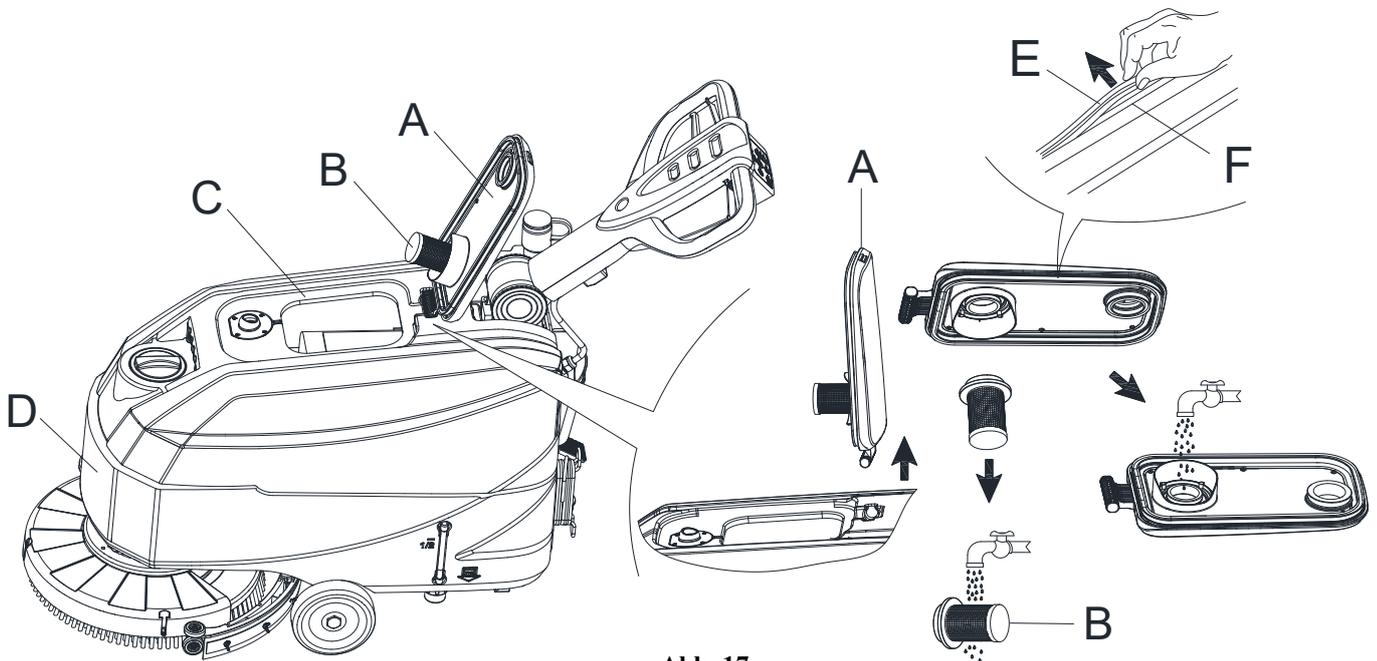

Abb. 17
3. Drehen Sie den Schmutzwassertankdeckel (A, Abbildung 17) in die 90-Grad-Position, wo er vom Schmutzwassertank abgenommen werden kann und nehmen Sie dann den Schwimmerkugelfilter (B) vom Schmutzwassertankdeckel.
- Überprüfen Sie die Kontaktfläche der Dichtleiste (E) hinsichtlich Unversehrtheit und ausreichende Abdichtung. Nehmen Sie die Dichtleiste ggf. aus der Tankrille (F) und tauschen Sie sie aus. Bringen Sie die neue Dichtleiste (siehe Abbildung 17) an. Das Gelenk muss sich wieder im mittleren Bereich befinden.
- Schließen Sie den Schmutzwassertankdeckel (A).